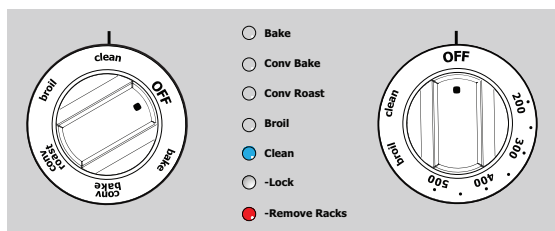

Figure 26 : Sélection de nettoyage initiale
1. Tourner le bouton du four sur **< Clean > (autonettoyage)**. Les témoins lumineux **< Clean > (autonettoyage)** et **< Remove Racks > (enlever les grilles)** clignotent pour vous rappeler d'enlever les grilles avant de lancer un cycle d'autonettoyage (Figure 26).
Appliquer quelques gouttes de crème nettoyante directement sur la tache. Frotter la tache avec un outil de nettoyage non abrasif, en appuyant si nécessaire. Ne pas utiliser les tampons nettoyeurs qui ont servi au nettoyage de la surface de cuisson à d'autres fins. Si la saleté persiste, gratter avec soin à l'aide d'un grattoir métallique maintenu à un angle de 30 degrés par rapport à la surface (Figure 26). Éliminer les débris délogés avec la crème de nettoyage pour surface de cuisson et polir.